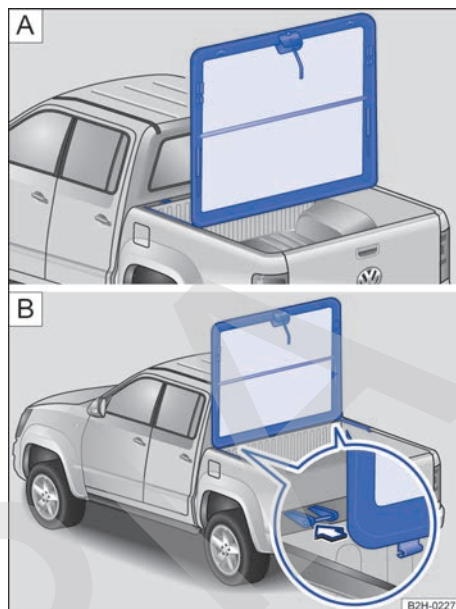

Fig. 27 Cubierta de aluminio de la superficie de carga: **A**: retirar la cubierta hacia atrás y **B**: introducir la cubierta en los ejes de los soportes.
- Tire de la cubierta hacia atrás con cuidado con ayuda de otra persona → fig. 27 **A**.
- Introduzca la cubierta por completo en los ejes de los soportes → fig. 27 **B** (imagen ampliada). Dado el caso, corrija la posición. ▶